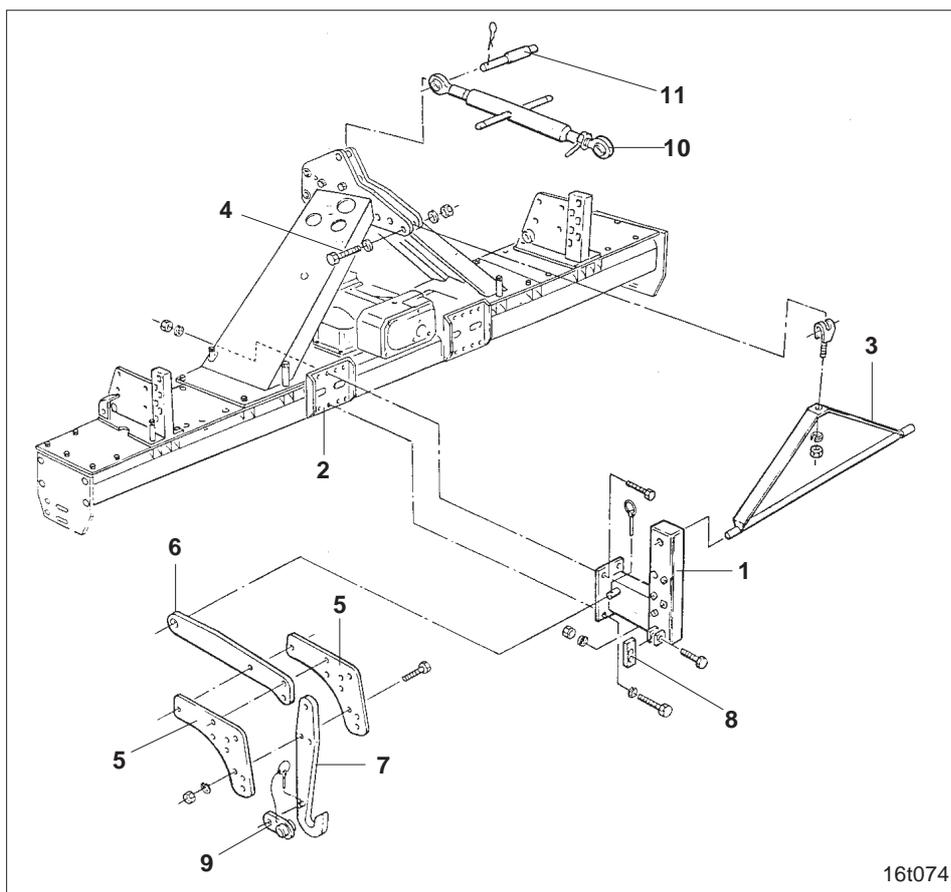
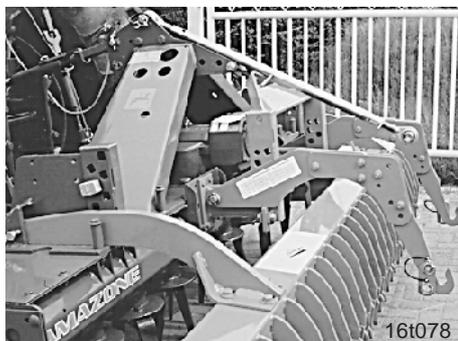

Fig. 12.4
Fig. 12.5
- Réglez les butées (fig. 12.4/8) de façon à ce que le semoir puisse être aisément attelé.
- Glissez les éclisses de sécurité (fig. 12.4/9) par-dessus les pitons des bras d'attelage inférieurs et goupillez en sécurité.
- Fixez le tirant supérieur cat. II (fig. 12.1/1) aux points d'attelage supérieurs du semoir et à l'outil de travail du sol à l'aide de l'axe (fig. 12.4/11), goupillez en sécurité et réglez le semoir d'aplomb.
Les "jonctions réglables" peuvent être fournies en trois versions (voir chap. 12.0). Le montage des jonctions s'effectue de la même façon dans les trois cas. Toutefois, les jonctions ont des formes différentes. La fig. 12.4 montre les "jonctions réglables" pour outils de travail du sol utilisés en combinaison avec le rouleau packer PW 420.
Peuvent être attelés les semoirs possédant des points d'attelage cat II. Pour atteler les semoirs avec attelage cat. I, il faut permuter les supports (fig. 12.4/1) entre eux.
- Vissez les supports de réglage (fig. 12.4/1) droit et gauche sur les plaques de fixation (fig. 12.4/2) de l'outil de travail du sol (voir aussi à la fig. 12.5). Fixez en même temps le cadre de rigidification (fig. 12.4/3) entre les deux supports.
- Fixez le cadre de rigidification au moyen de la vis 6 pans M 20 x 100 (fig. 12.4/4) sur la chape d'attelage supérieure de l'outil de préparation de sol.
- Fixez les plaques de réglage (fig. 12.4/5) sur le bras d'attelage inférieur (fig. 12.4/6).
- Vissez les bras d'attelage (fig. 12.4/7) de manière à ce que le semoir puisse être fixé le plus près possible derrière le rouleau. Plusieurs possibilités de réglage se présentent alors :
Dans tous les cas, il faut cependant veiller à ce que chacun des bras d'attelage (fig. 12.4/7) soit fixé sur les plaques de réglage (fig. 12.4/5) avec au moins deux vis 6 pans.